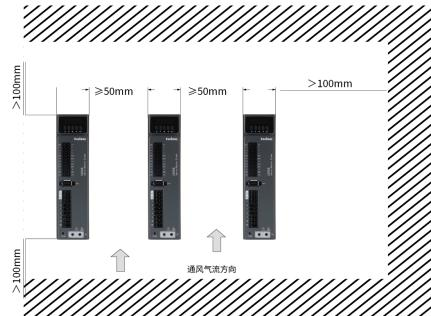

图1 安装间隙
- 安装间隔：驱动器之间以及与其它设备间的安装间隔距离，请参考图1，注意意图上标明的是最小尺寸，为保证驱动器的使用性能和寿命，请尽可能地留有足够的安装间隔。